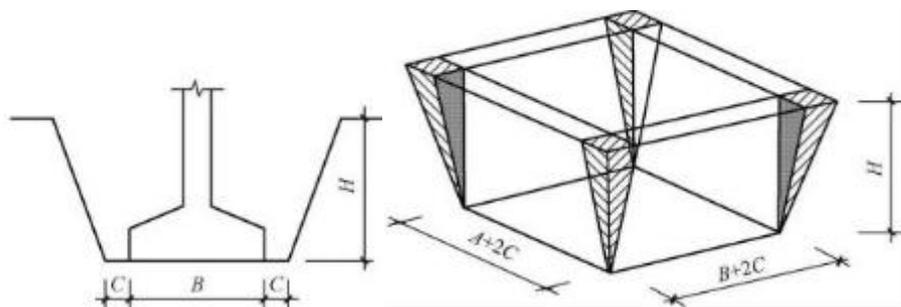

图 1-13 地坑土方开挖断面图与立体示意
④凸出墙面的墙垛的沟槽，按墙垛凸出墙面的中心线长度，并入相应工程量内计算。
(8) 地坑土石方，按设计图示基础（含垫层）尺寸，另加工作面宽度、土方放坡宽度或石方允许超挖量乘以开挖深度，以体积计算，如图 1-13 所示。